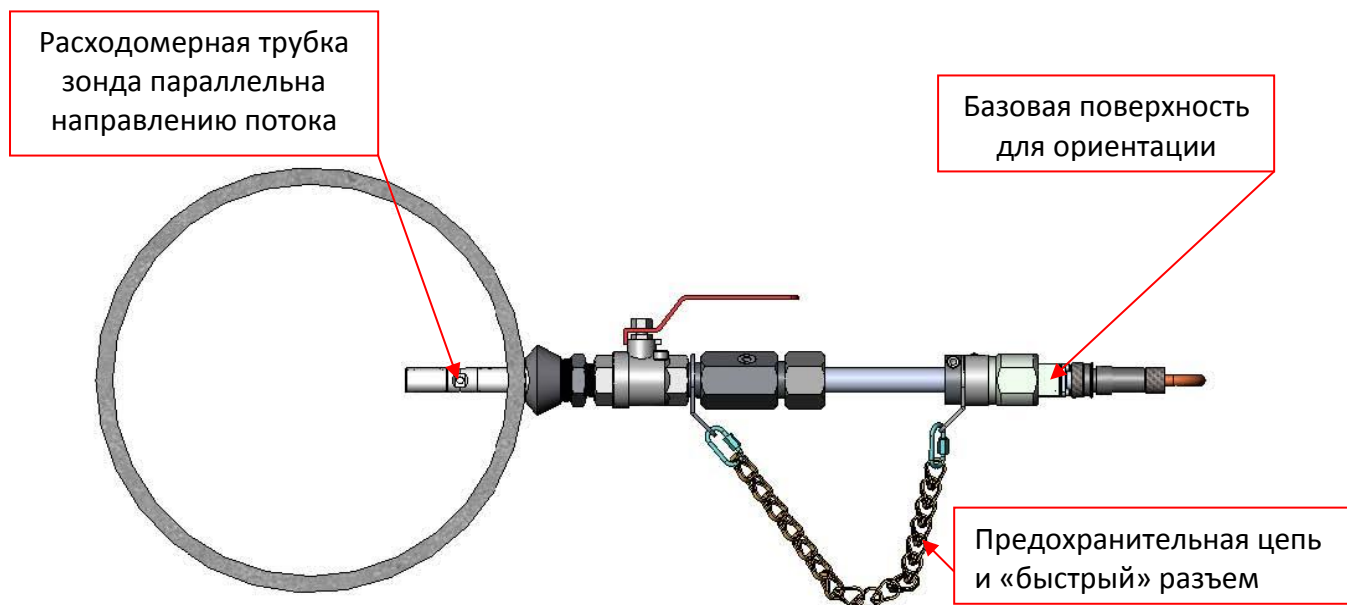

Рисунок 10-9: Focus™ Probe полностью установленный
- Расположите зондовое окошко параллельно направлению потока, как показано на рис. 10.9.